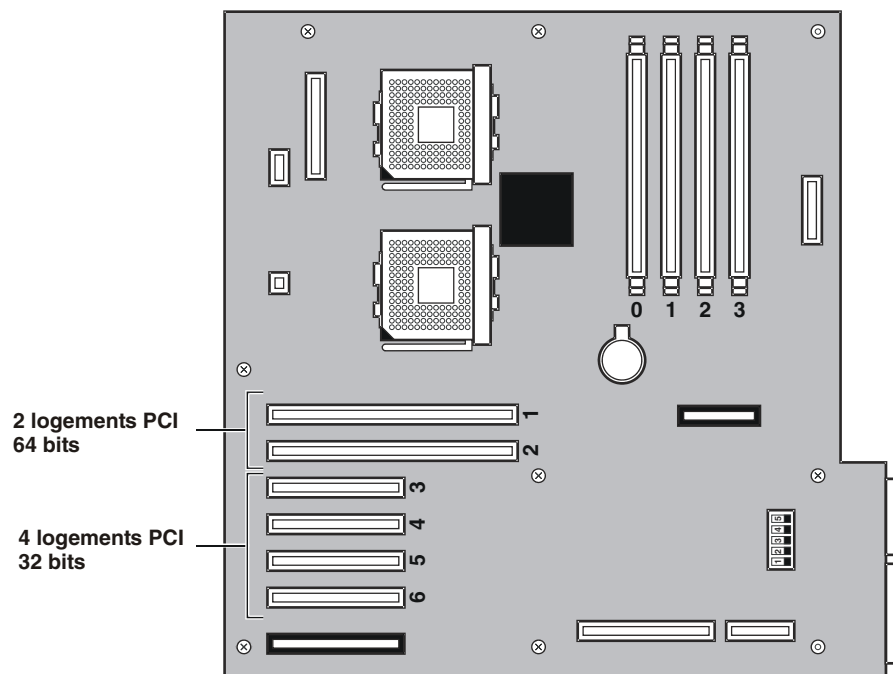

Figure 3-20. Logements PCI sur la carte système
- Deux logements PCI (logements 1 et 2) acceptent les cartes longues de 32 ou 64 bits à des vitesses d'horloge de 33 ou 66 MHz. Ces logements prennent uniquement en charge les cartes d'alimentation +3,3 VCC et Universal. Ils présentent dans leur partie supérieure des détrompeurs destinés à empêcher l'insertion de cartes 5 volts. Voir la *Figure 3-20*.